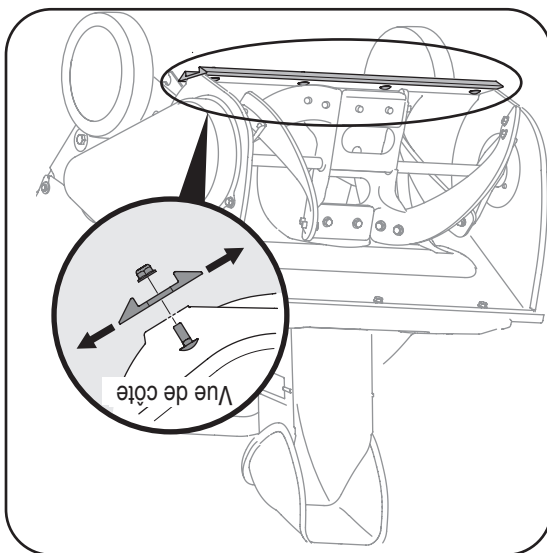

Figure 7
2. Pour ajuster, basculez la souffeuse en arrière pour qu'il repose sur le guidon. Desserrez les écrous à six pans et les boulons ordinairement qui maintiennent la plaque de racleage au logement. Voir la Figure 7. Ajustez la plaque de racleage à la position voulue et serrez à fond les écrous à six pans et les boulons ordinairement.
La plaque de racleage s'usera et devrait être vérifiée périodiquement. La plaque de racleage a deux côtés d'usage et peut être renversé après que un côté s'use. Voir la Figure 7. Pour remplacer ou renverser la plaque de racleage, procédez comme suit: